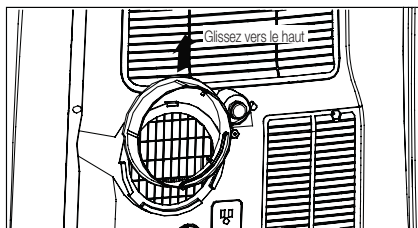

Fig. 4
2. Retirez l'adaptateur A de l'appareil en le faisant glisser vers le haut (Fig. 4).